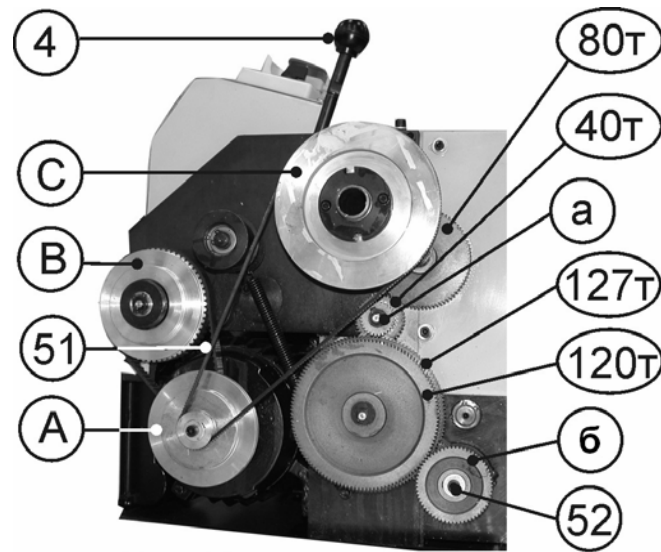

Рис.19
10.4.5. Откройте защитный кожух (2) гитары, как указано в п.9.3.2. По таблице 2 установите необходимые шестерни (а) и (б), Рис.19 и закройте защитный кожух (2) (п.9.3.2).
10.4.6. Пользуясь таблицей 2 инструкции или таблицей (49), Рис.18, установите необходимые шестерни (а) и (б), Рис.19 (См. п. 10.6.5-10.6.10).
10.4.7. Вращая ручку переключения скорости автоматической подачи (33), Рис.18, можно менять скорость автоматической подачи. Например, при установке шестерен, а=28Т и б=56Т, Рис.19, в положение С ручки переключения скорости автоматической подачи (33) – скорость подачи равна 0,11мм. на один оборот шпинделя. При установке ручки переключения скорости автоматической подачи (33) в положение А – скорость подачи равна 0,22мм. на один оборот шпинделя и т.д., Рис.18.
При каждом перемещении ручки переключения скорости автоматической подачи (33) необходимо рычаг натяжения ремня (4) привести в крайнее положение от себя, Рис.19.
10.5.2. Переставляя клиновой ремень (51) на шкивах А,В,С в положения 1,2,3 согласно таблице 3, можно ступенчато изменять скорость вращения шпинделя – 100; 250; 350; 500; 900 и 1800 об/мин. (Рис.19 -А,В,С - шкивы). Например, при установке клинового ремня (51) на шкивах В,С в положении 1– скорость вращения шпинделя равна 100 об/мин., а в положении 3 - 500 об/мин. и т.д., Рис.19.
10.6.4. Комбинации использования шестерен для нарезания резьбы указаны в таблиц 4 и на Рис.19: